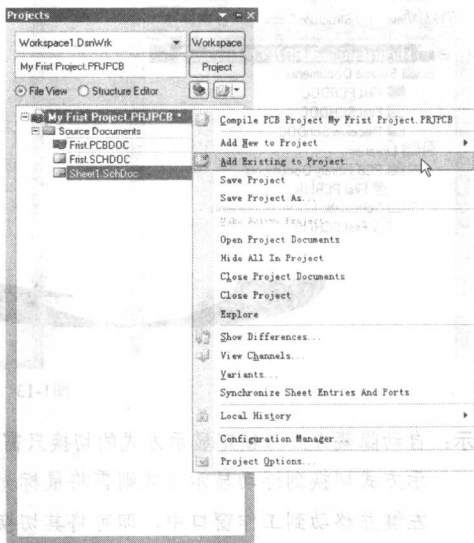

图1-11 执行添加设计文件到设计工程的菜单命令
2. 将鼠标光标移到“My First Project.PRJPCB”工程文件名上，然后单击鼠标右键，即可弹出如图 1-11 所示的命令菜单。执行菜单命令【Add Existing to Project】，在弹出的选择文件对话框中选中“First.SchLib”，然后单击 **打开(O)** 按钮即可。